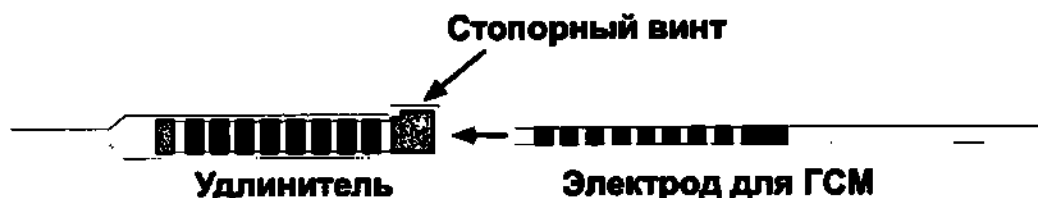

Рисунок 29. Электрод для ГСМ и разъем удлинителя электрода
1. Убедитесь, что стопорный винт не ограничивает входное отверстие разъема удлинителя электрода, открутив стопорный винт на один или два оборота с помощью динамометрического ключа (Рисунок 29).